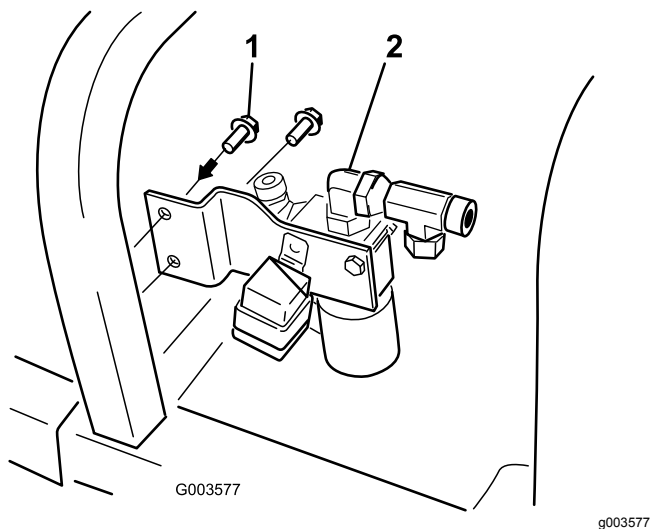

Figura 13
7. Montate la staffa della valvola sul telaio della macchina con 2 viti autofilettanti ($\frac{9}{32}$ " x $\frac{3}{4}$ "); fate riferimento a Figura 13.